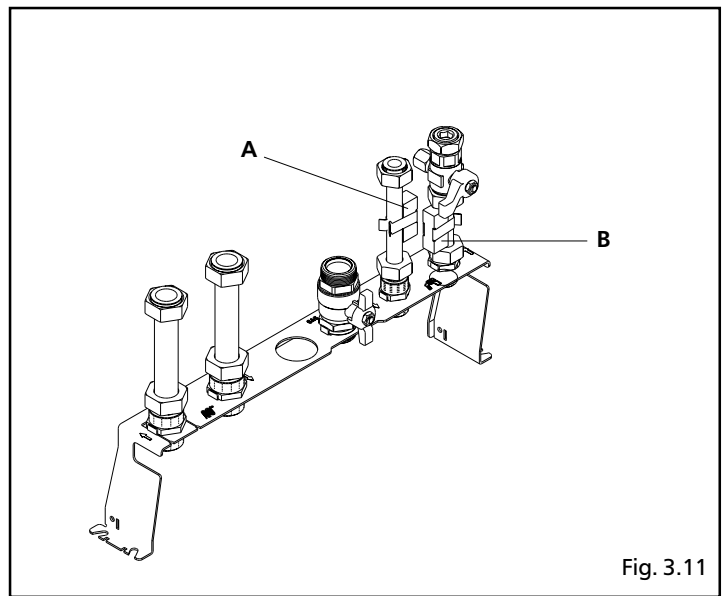

Fig. 3.11
- Collegare una resistenza alla rampa uscita sanitario (A) fissandola con la molletta (fig. 3.11)
- Collegare l'altra resistenza al rubinetto entrata sanitario (B) fissandola con l'altra molletta (fig. 3.11).